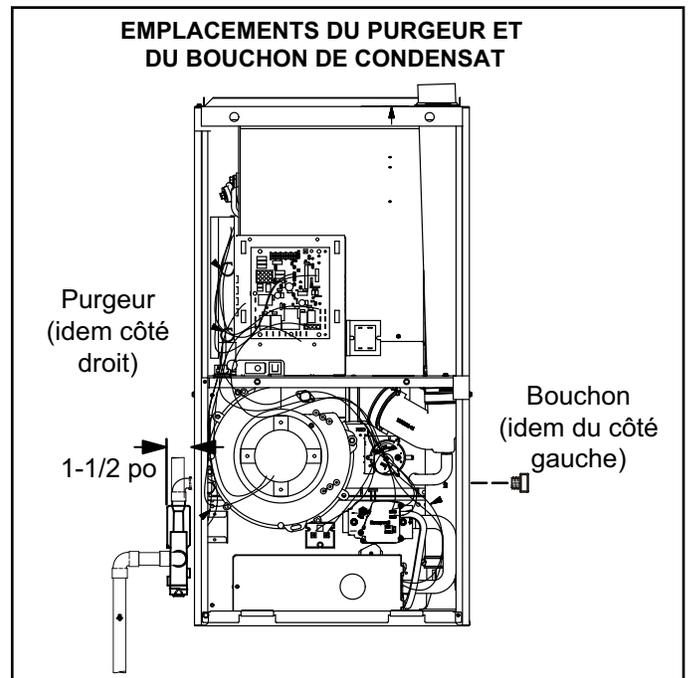

FIGURE 48
Cette unité est prévue pour une sortie à gauche ou à droite du tuyau de condensat. Reportez-vous à la FIGURE 48 et à la FIGURE 50 pour les emplacements du purgeur de condensat.
- 2 - Utilisez un grand tournevis plat ou une douille de 1/2 po pour retirer le capuchon (figure 48) du boîtier du collecteur de l'extrémité froide à l'emplacement approprié sur le côté de l'appareil. Installez un coude de 3/4 po NPT sur le boîtier du collecteur de l'extrémité froide. Utilisez de l'adhésif au Téflon ou un enduit d'enrobage approprié.